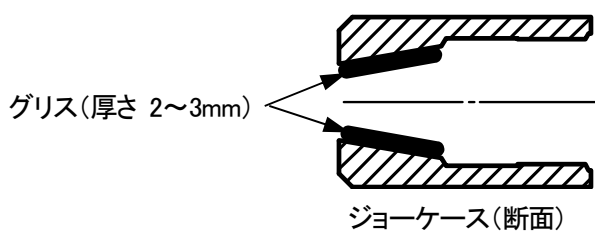

図 7-4
- ⑥ジョーケースの内側(ジョーと接する面)にグリスを十分に塗布して組み付けてください。(図 7-4 参照)